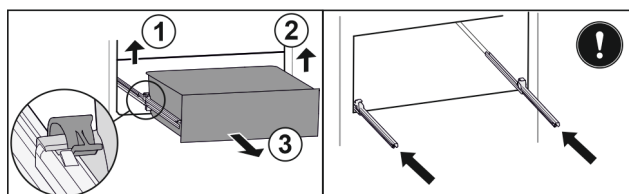

Fig. 119
- ▶ Nadvihnite ľavú svorku a súčasne ťahajte zásuvku vľavo dopredu. Fig. 119 (1)
- ▶ Nadvihnite pravú svorku a súčasne ťahajte zásuvku vpravo dopredu. Fig. 119 (2)
- ▶ Odoberte zásuvku dopredu. Fig. 119 (3)